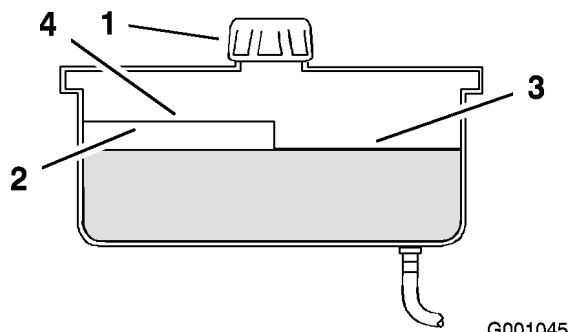

Figura 68
4. Limpie alrededor del cuello de llenado y el tapón del depósito de aceite hidráulico (Figura 68).
5. Retire el tapón del cuello de llenado. Mire dentro para comprobar el nivel de aceite en el depósito. (Figura 68).
Nota: El nivel de aceite debe llegar a la parte superior del nivel caliente del tabique cuando el aceite está caliente (Figura 68).